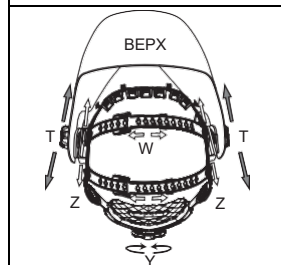

рис. 5
Общую окружность оголовья можно увеличить или уменьшить, вращая ручку на его задней части (см. регулировку Y на рис. 5). Для этого наденьте маску, и установите правильное натяжение, чтобы маска надежно удерживалась на голове, но при этом оголовье не было слишком тугим.
• Если оголовье располагается на голове слишком высоко или слишком низко, отрегулируйте ремешок, проходящий через макушку головы. Для этого освободите конец ремешка, вытолкнув стопорный штифт из отверстия в ремешке. Сдвиньте две части ремешка на большую или меньшую ширину по мере необходимости и протолкните стопорный штифт через ближайшее отверстие (см. регулировку W на рис. 5).
Шаг 1: Открутите контргайку (см. «Т» на рис. 5) отрегулируйте расстояние между маской и лицом в нижнем положении.
Шаг 2: Ослабьте контргайки с обеих сторон маски и сдвиньте ее ближе или дальше от лица (см. регулировку «Z» на рис. 5). Важно, чтобы глаза находились на одинаковом расстоянии от стекла. В противном случае эффект затемнения может быть неравномерным.